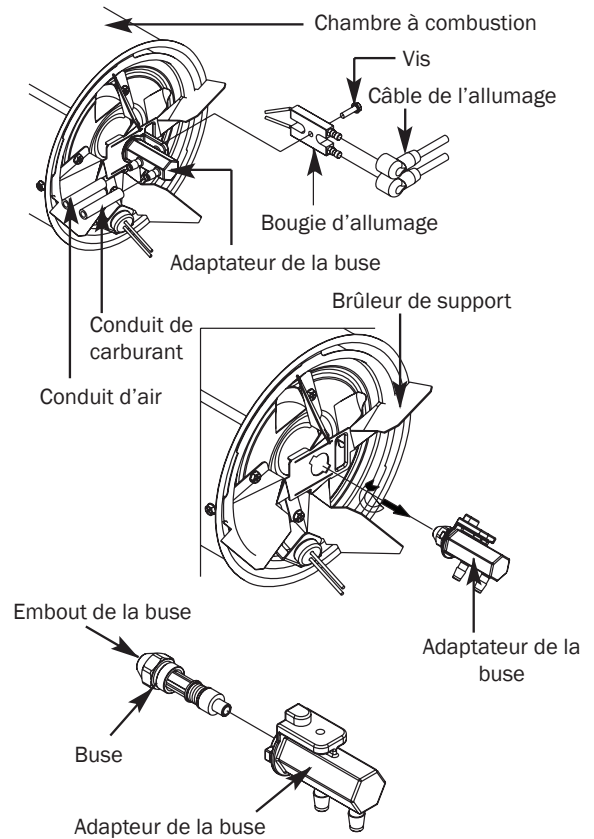

Figure 17 – Remplacement de la buse CP210FK
- Tournez l'adaptateur de buse de 1/8 de tour (45°) dans le sens contraire des aiguilles d'une montre et tirez-le vers le moteur pour le retirer (voir figure 17).